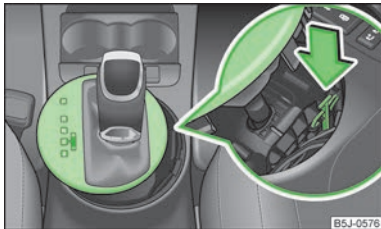

Fig. 88
- > Apăsăți cu degetul componenta galbenă din material plastic, în sensul săgeții » fig. 88.